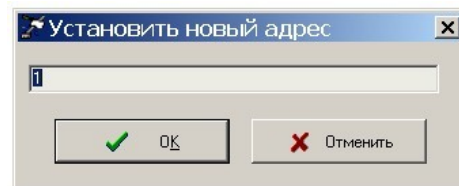

Рисунок 13
4) Выбрать в таблице ККД-С и установить значение порога приема интерфейса СОС-95, выполнив команду «Порог» (рисунок 13). Порог зависит от длины линии связи: если линия длинная, то устанавливают малое значение порога, если короткая — то большое. При установке нового значения порога, при котором нет ответа от ККД-С, программа автоматически возвращается к старому значению порога.
6) При необходимости, установить новый адрес ККД-С в интерфейсе СОС-95. Надо выбрать в таблице ККД-С и выполнить команду «Адрес». Ввести требуемый адрес и нажать кнопку «ОК» для записи нового адреса в ККД-С (рисунок 13).